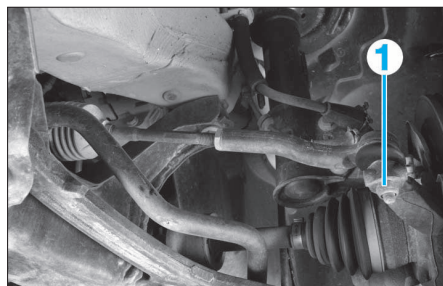

FIG. 16
- la rotule de direction (1) (Fig.16).